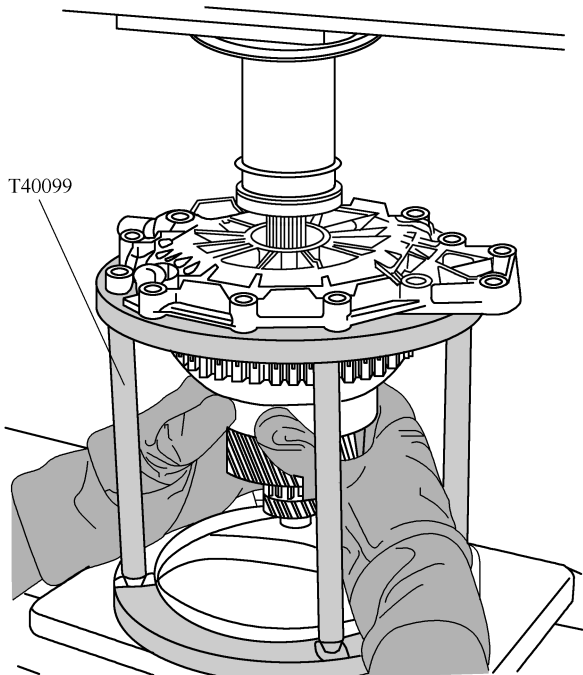

图 2-2-32 用液压压力机将轴从盖板上压出
(11) 将输入轴连同压力台架 T40099 一起放到液压压力机的压板上。压力台架 T40099 应尽可能大面积地平放在液压压力机上。
(12) 从下面固定住轴，同时用液压压力机将轴从盖板上压出，如图 2-2-32 所示。